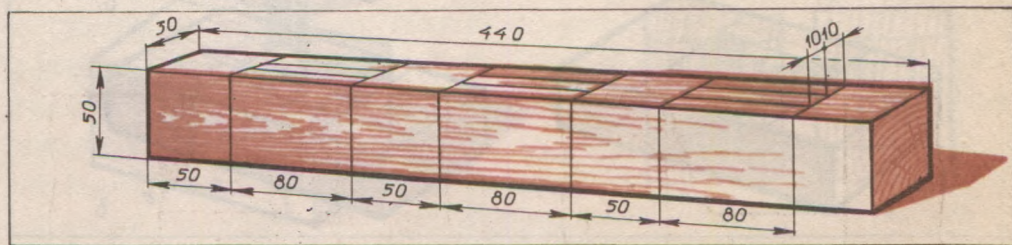

Рис. 111. Брусок с размеченными гнездами.
8. Изготовьте брусок со сквозными гнездами (рис. 111).